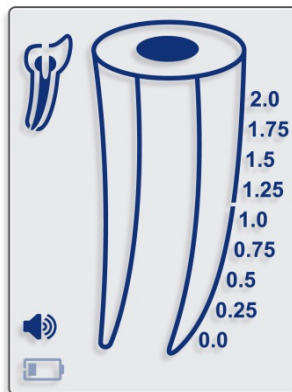

Fig. 2
- 7.2.2. Cuando el nivel de pila esté bajo, aparecerá el indicador intermitente del nivel de pila bajo en la pantalla (fig. 2). El **S5 Apex Locator** continuará funcionando de manera normal con el nivel de pila bajo, pero se deberá sustituir la pila antes de que se agote.